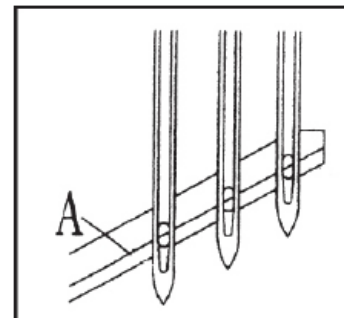

Рис. 27
1. Когда игольный стержень опускается в крайнее нижнее положение, линия А заднего защитного ограждения иглы должна быть совмещена с центрами игольных отверстий (Рис. 27)